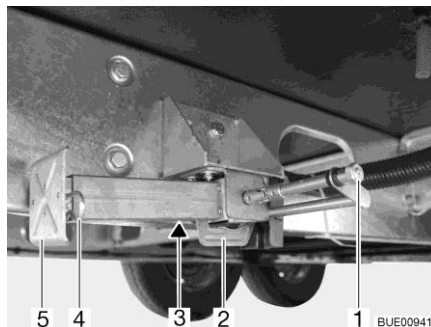

Fig. 44 Vérin stabilisateur
- Placer la clé à pipe sur l'écrou à six pans (Fig. 44,1) et tourner jusqu'à ce que le vérin stabilisateur soit en position verticale vers le bas.
- Lorsque la longueur des vérins stabilisateurs est réglable, faire sortir la goupille (Fig. 44,4) de la rallonge du pied d'appui (Fig. 44,5).
- Placer la clé à pipe sur l'écrou à six pans (Fig. 44,1) et tourner jusqu'à ce que le vérin stabilisateur se dégage du sol.
- Rentrer complètement la rallonge du pied d'appui (Fig. 44,5) et insérer la goupille (Fig. 44,4) dans le trou prévu à cet effet.
- Tourner l'écrou à six pans (Fig. 44,1) jusqu'à ce que les vérins stabilisateurs soient pivotés vers le haut et que la glissière (Fig. 44,2) soit arrivée complètement à l'extrémité de la fente (Fig. 44,3).